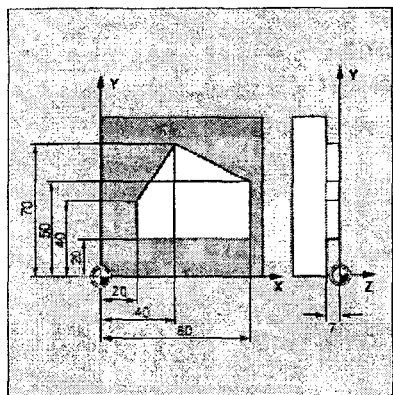

Рис. 4.11
4.1. Запишите управляющую программу для обработки выступа (рис. 4.11), включающую: